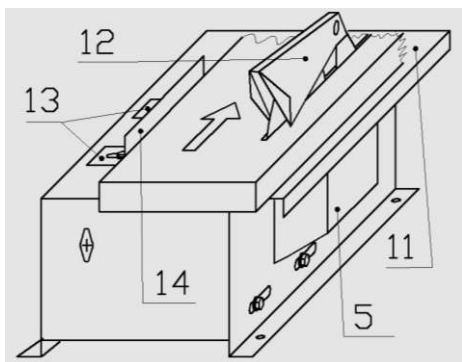
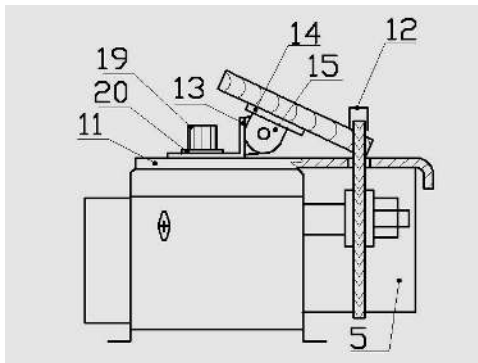

Рис. 5
Рис. 6
- Установить на пильный стол (11) разделительный нож с защитным козырьком (12);
- Установить пильный стол (11) на станок сверху прорезью на пильный диск (28) и закрепить его. При необходимости отрегулировать положение разделительного ножа с козырьком (12) точно сзади в плоскости пильного диска перемещением по столу, или меняя шайбы пилы (29 и Ø24) местами (шайбы разной толщины – 3 мм и 4 мм); (Если нужно, можно отрегулировать точную глубину пиления подкладками под пильный стол.)
- **Рис.5 и Рис.6** Установить регулировочные уголки (13) и направляющую линейку (14) на нужный размер пиления, подложив под зажимные барашки (19) шайбы (20). При необходимости установить угловую линейку (15);